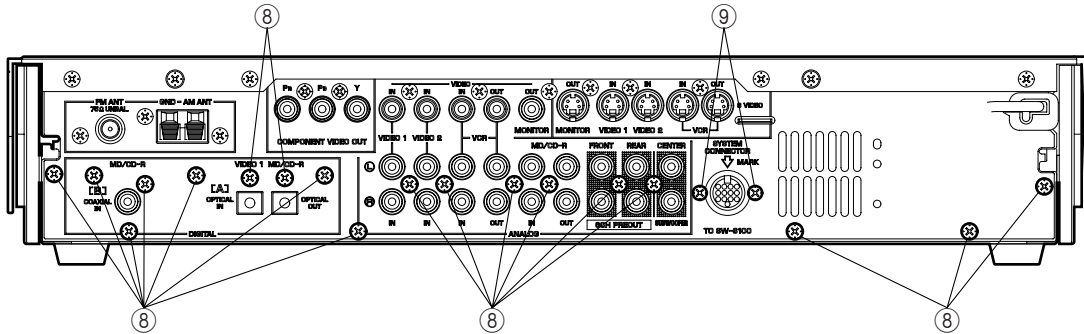

Fig. 5
- Remove 18 screws (⑧) and 2 screws (⑨). (Fig. 5)
- ⑧のネジ18本、⑨のネジ2本を外します。(Fig. 5)